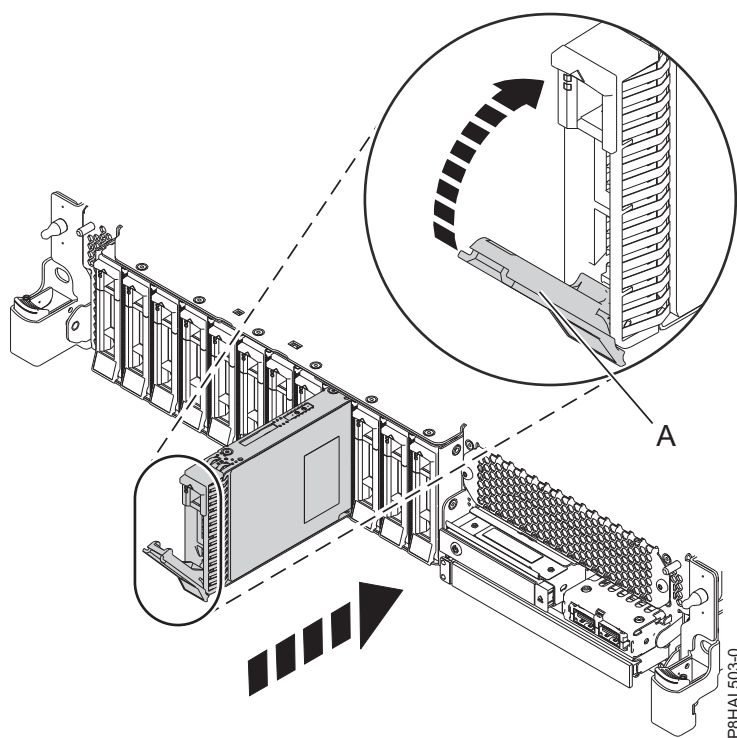
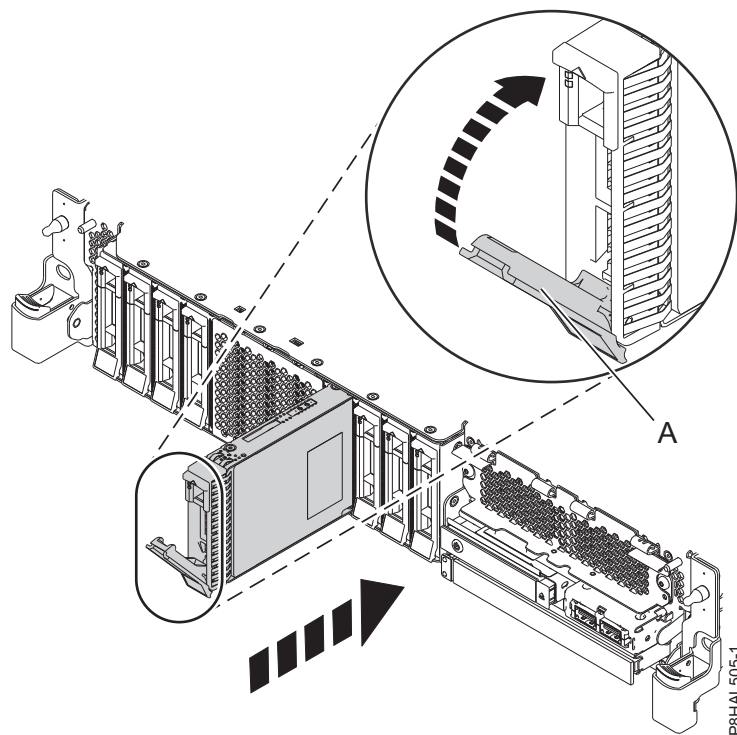

Figura 32. Instal·lació d'una unitat de disc al sistema de funció bàsica
Figura 33. Instal·lació d'una unitat de disc en un sistema de funció expandida
4. Desbloquegeu la nansa del compartiment d'unitats **(A)** prement-la i estirant-la cap a vosaltres. Si la nansa no s'estén del tot, la unitat no podrà lliscar en el sistema. Consulteu Figura 32 a la pàgina 35 i Figura 33 a la pàgina 35.
8. Quan el LED d'identificació parpellegi per la ranura seleccionada, moveu la unitat al fons de la ranura i pressioneu la nansa del compartiment d'unitats **(A)** fins que quedi bloquejada, tal com es mostra a Figura 32 a la pàgina 35 i Figura 33 a la pàgina 35.